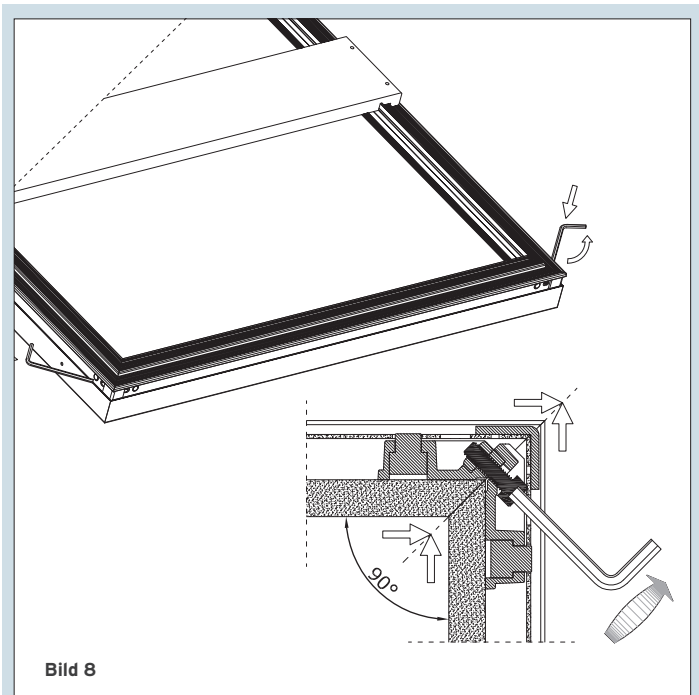

Bild 8
7. Eckverbindung ausrichten und im rechten Winkel fixieren (Bild 8).